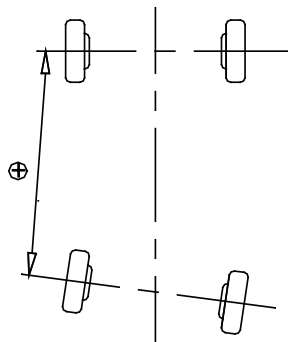

图1.7
- 两前轮中心的连线与两后轮中心的连线之间的夹角称为汽车的轴距差 (也称为轴距偏差)。当右侧车轮的距离比左侧车轮的距离大时, 此状态下规定轴距差为正值, 反之当右侧车轮的距离比左侧车轮的距离小时, 此状态下规定轴距差为负值, 如果在汽车的规格值中, 汽车的前后轮距已经知道, 则轴距差可以用角度值来表示, 如图1.7。